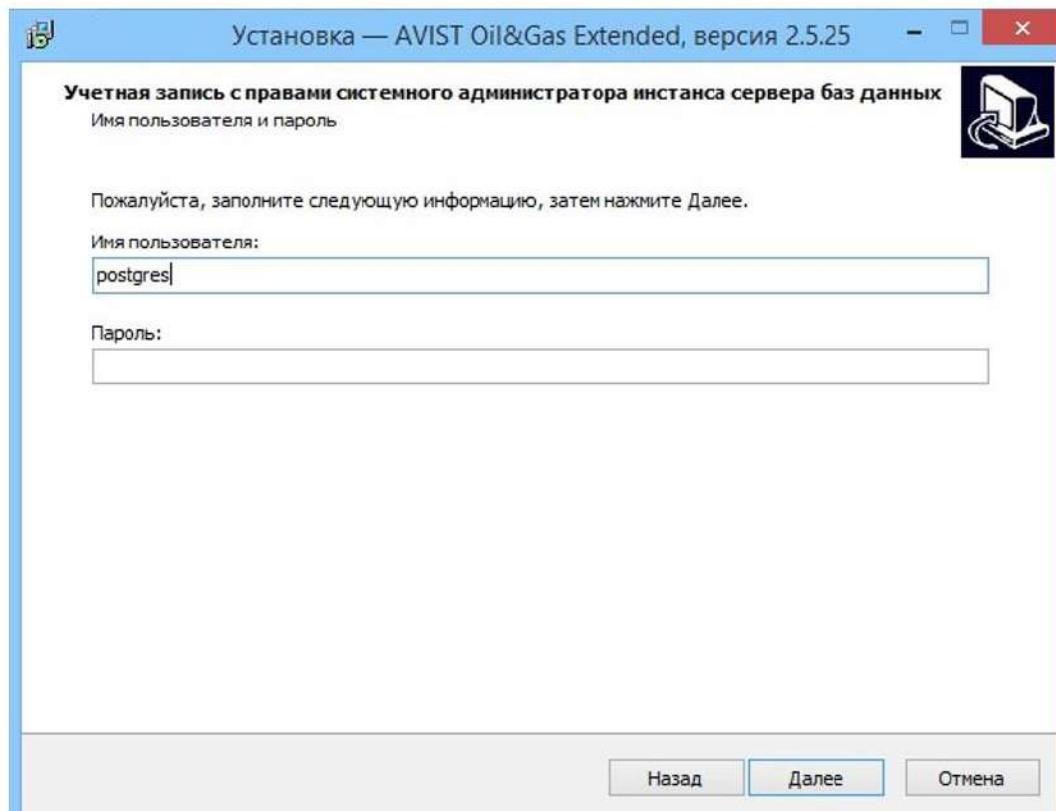

Рисунок 55 - Окно ввода данных учетной записи с правами администратора инстанса Сервера баз данных
- 10) Ввести данные учетной записи, обладающей правами администратора инстанса Сервера баз данных, нажать кнопку «Далее» (Рисунок 55).